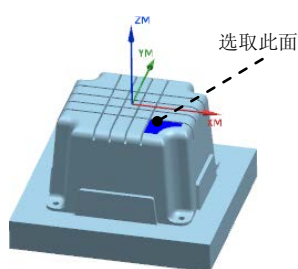

图 20.37 定义参照面
Step3. 在“创建边界”对话框**平面**下拉列表中选择**用户定义**选项,系统弹出“平面”对话框,选取图 20.37 所示的平面为参照,然后单击**确定**按钮,在**材料侧**下拉列表中选择**外部**选项,系统返回“创建边界”对话框。